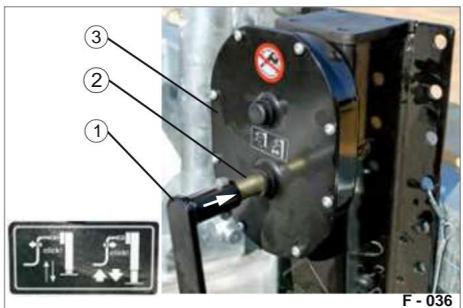

Fig. 50 Attivazione del profilo di carico
- ÿ Abbassare completamente il piede di appoggio (Fig. 50/2) fino a terra.
- ÿ Lasciare l'albero motore (Fig. 50/2) nella marcia bassa (premuta).
- ÿ Premere l'albero motore (Fig. 50/2) nel profilo di carico.